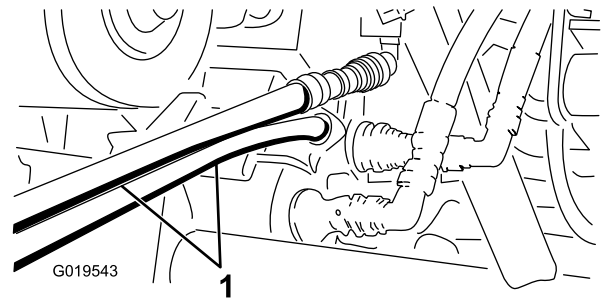

図 85
5. 救援側のワークマンのカップラブラケットにまだついているカップラに、救援用ホースを接続する上のホースは上のカップラに、下のホースは下のカップラに接続する 図 85。